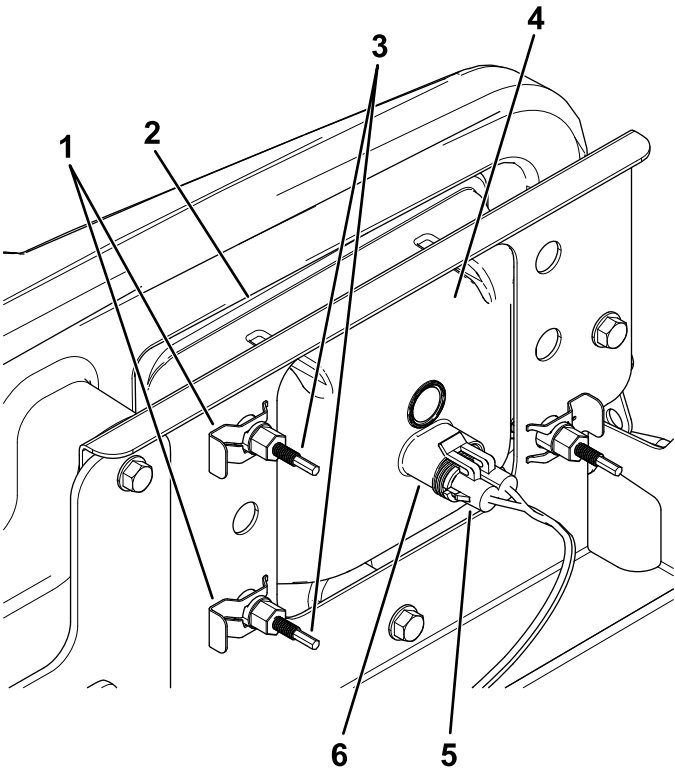

Figura 45
- Desconecte el conector eléctrico del arnés de cables del conector del conjunto de la lámpara (Figura 45).
- Retire los conectores rápidos que sujetan el faro al soporte del faro (Figura 45).
- Retire el faro desplazándolo hacia adelante y pasándolo por el hueco del parachoques delantero (Figura 45).
- Introduzca el faro nuevo a través del hueco del parachoques (Figura 45).
- Conecte el conector eléctrico del arnés de cables al conector del conjunto de la lámpara (Figura 45).
5. En la parte trasera del faro, gire los tornillos de ajuste (Figura 45) para pivotar el conjunto y ajustar de la posición del haz de luz.